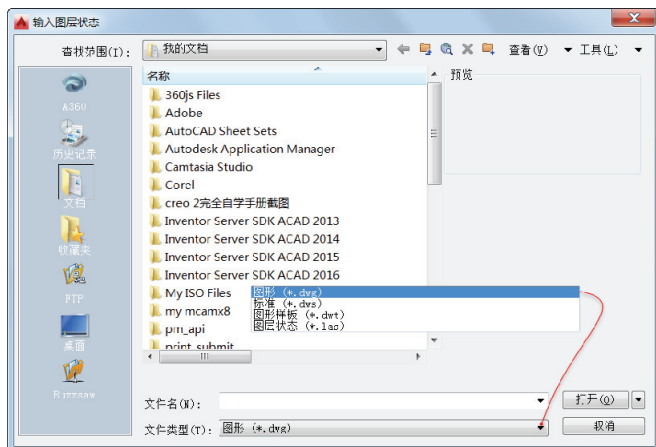

图 6-22 “输入图层状态”对话框
- “输入”按钮：使用此按钮，打开图 6-22 所示的“输入图层状态”对话框，可以输入允许类型的文件（如“*.dwg”“*.dws”或“*.dwt”）中的图层状态，当然也可以将之前输出的图层状态（*.las）文件加载到当前图形。输入图层状态文件可能会导致创建其他图层。另外，需要注意的是，选定“*.dwg”“*.dws”或“*.dwt”文件后单击“打开”按钮，将弹出“输入图层状态”对话框以便从中选择要输入的图层状